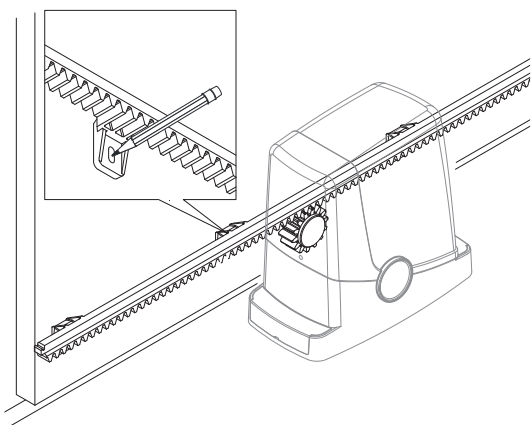

Abb. 22
- 6 - Anschließend mit den restlichen Abschnitten der Zahnstange fortfahren. Jeder Abschnitt wird mit dem vorhergehenden verbunden, wie auf Abbildung 22 dargestellt. Ein Zahnstangenstück verwenden, um die korrekte Ausrichtung der 2 Verzahnungen zu kontrollieren, so dass ein gleichbleibender Zwischenabstand der Zahnstange erzielt wird (siehe Abbildung 22-23)